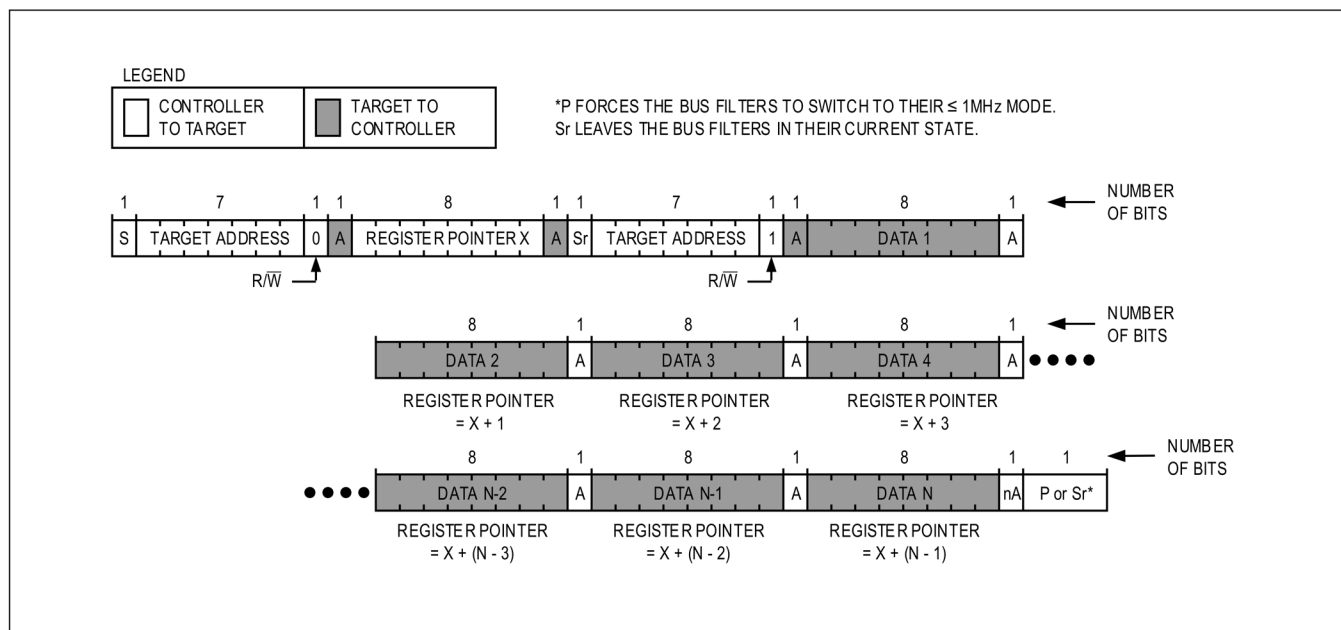

図 15. 連続する複数レジスタからの読出し
図 15 に、連続する複数レジスタからの読出しプロトコルを示します。このプロトコルは「バイト読出し」プロトコルに似ていますが、コントローラ・デバイスがアクノレッジ (A) を発行し、ターゲット・デバイスに対して更にデータが必要であることを知らせる点が異なります。コントローラ・デバイスが必要なデータをすべて取得すると、ノート・アクノレッジ (nA) とストップ条件 (P) を発行して送信を終了します。